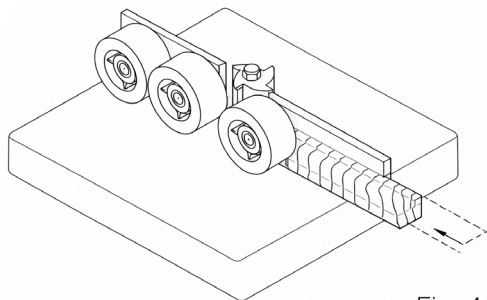

Fig. 4
- O rolete de saída deve ficar 5-6 mm (3/16") mais próximo da guia do que o rolete de entrada. Ajustando assim, o alinhamento da direção de alimentação garante que a peça permaneça apoiada contra a guia. Fig. 4